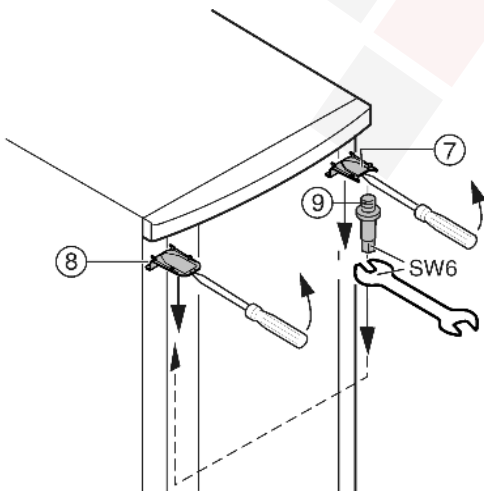

Fig. 7
- ▶ Fenn a Fig. 7 (7) és a Fig. 7 (8) fedeleket pattintsa ki egy csavarhúzó segítségével, és ferdén lefelé távolítsa el.
- ▶ Csavarja ki a tartócsapot Fig. 7 (9) és az ellenkező oldalon csavarja be **4 Nm-es nyomatékkal**.
- ▶ A fedelet Fig. 7 (7) szerelje vissza a tartócsap oldalára: hátul illessze be és elől pattintsa be.
- ▶ A fedelet Fig. 7 (8) az ellenkező oldalon szerelje fel: hátul illessze be és elől pattintsa be.
- ▶ Az ajtó felül függesztse a tartócsapra Fig. 7 (9).